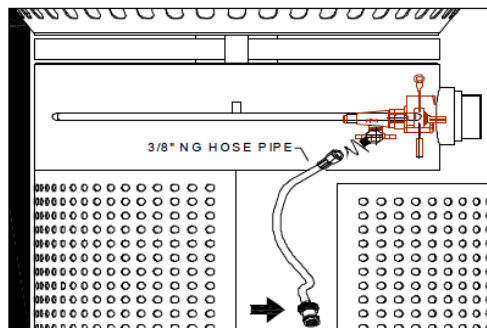

FIG 01.
- A. Assembler comme il est montré ci-dessus (FIG. 01). Enlever la porte située en avant. Utiliser une clé à tuyau pour retenir le tuyau d'entrée de la rôtissoire et pour éviter tout déplacement des conduites internes de gaz de l'appareil. Détacher la conduite de propane (LP) déjà en place de la prise d'entrée qui est installée sur la rôtissoire. Rattacher la conduite de gaz GN de 9,53 mm (3/8 po.) de diamètre interne.